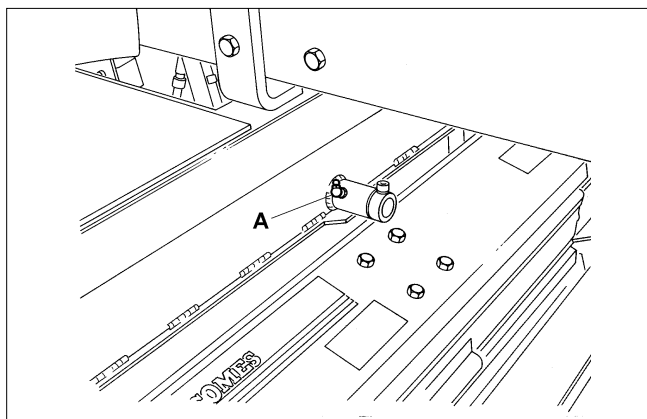

Fig.29
- Cutting unit pivot rear (A Fig.29).
- (d) Perni dell'unità di taglio posteriore (A Fig. 29)